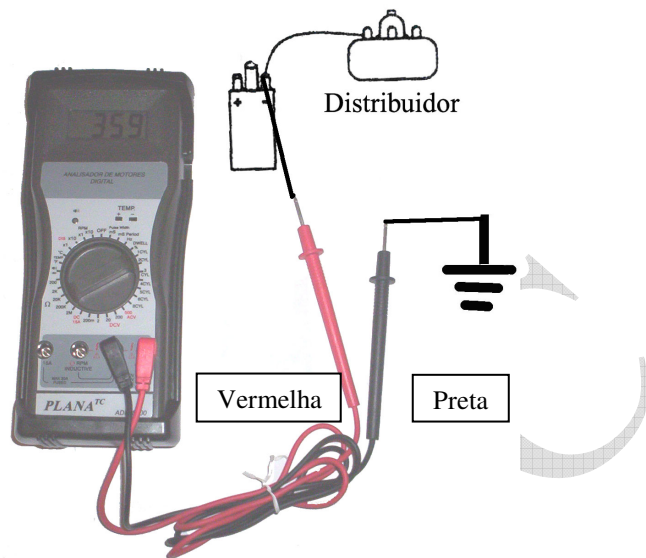

Fig.04
- Conecte as garras preta e vermelha em seus orifícios conforme indicado na fig.04;